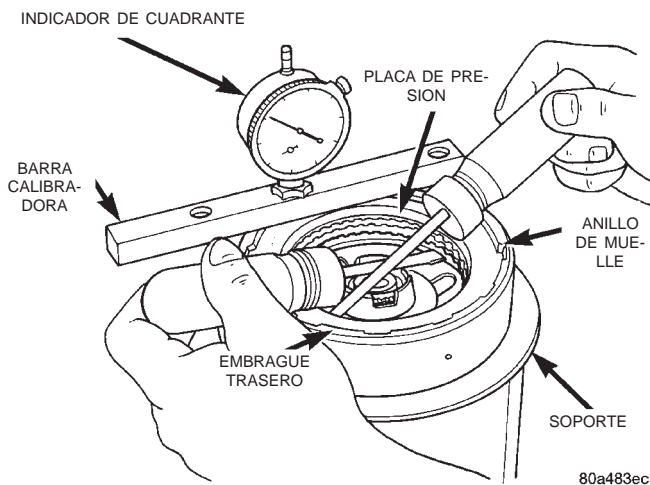

Fig. 146 Comprobación de la holgura del conjunto del embrague trasero
(14) Instale el anillo de muelle selectivo. Asegúrese de que el anillo de muelle esté totalmente asentado en la acanaladura del retenedor.
(15) Con una barra calibradora apropiada y un indicador de cuadrante, mida la holgura del conjunto de embrague (Fig. 146).
(a) Coloque la barra calibradora sobre el tambor de embrague con la aguja del indicador de cuadrante sobre la placa de presión (Fig. 146).